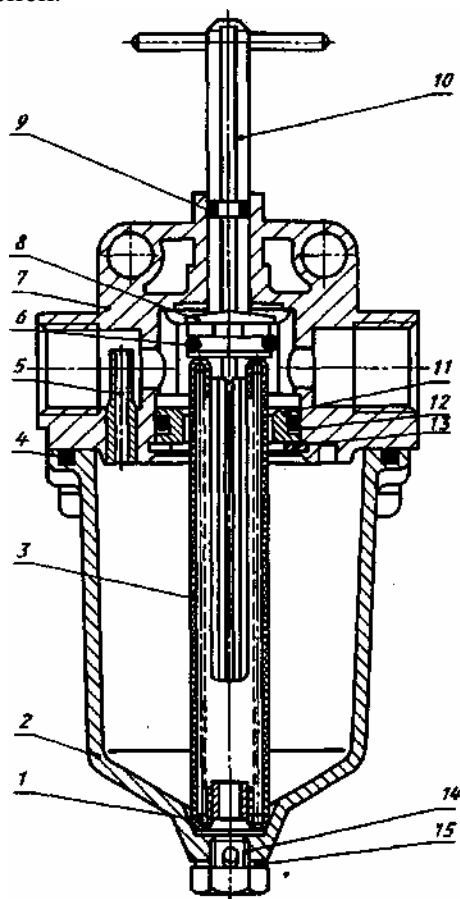

Рис. 66 Предохранитель от замерзания
5. ПРЕДОХРАНИТЕЛЬ ОТ ЗАМЕРЗАНИЯ (рис. 66)
При включенном предохранителе (**тяги 10 находится в верхнем положении**) воздух, нагнетаемый компрессором в пневмосистему экскаватора, обдувает смоченный спиртом фитиль 3 (рис. 66) и уносит пары спирта в систему. Спирт отбирает из воздуха влагу и превращает ее в незамерзающий конденсат. Тяга должна находиться в верхнем положении при температуре окружающего воздуха ниже +5°C.